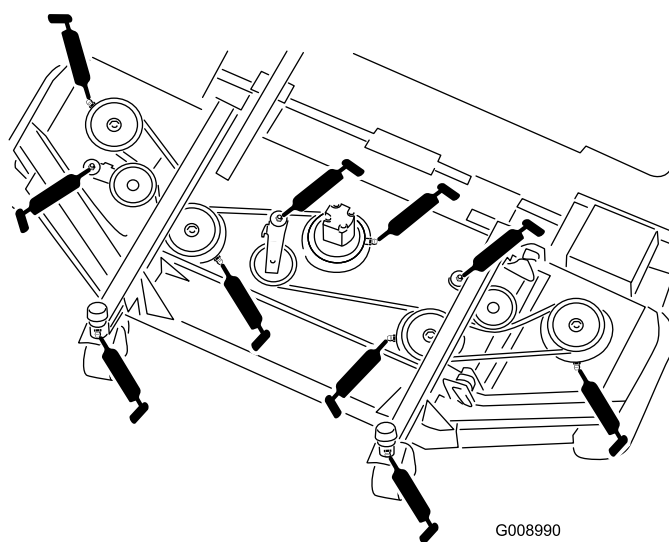

Figure 54
- Bagues d'axe de fourche de roue pivotante (2) (Figure 54)
- Paliers d'axes de pivot (5) (sur la poulie d'axe) (Figure 54)
- Bagues de pivot de bras de poulie de tension (3) (sur l'axe de pivot de poulie de tension) (Figure 54)